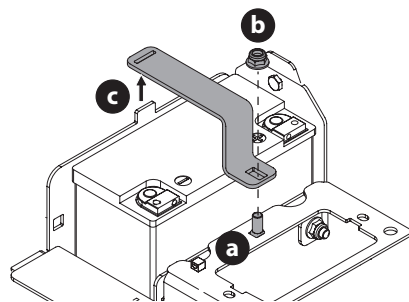

Figure 39
- Localisez et maintenez le boulon de carrosserie (a) à l'avant du support de batterie (c) pour éviter qu'il ne tombe (Figure 39).
- Retirez le contre-écrou hexagonal (b) qui maintient le support de batterie (c) en place. Conservez le boulon de carrosserie et le contre-écrou hexagonal pour une réinstallation ultérieure (Figure 39).
- Soulevez le support de la batterie (c) de la languette située sur le côté gauche du compartiment de la batterie et gardez-le pour une réinstallation ultérieure (Figure 39).